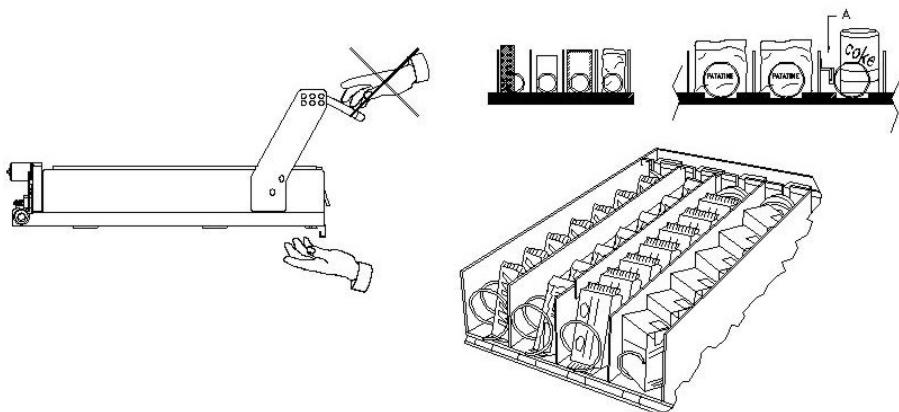

fig. 3
8.2 DISTANZIATORI PER PRODOTTI SUI CASSETTI (fig.3)